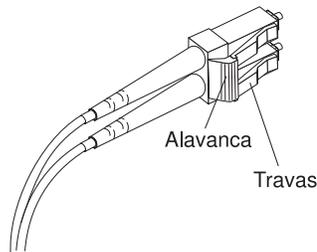

Figura 26. Alavanca e travas do cabo LC-LC Fibre Channel
1. Na extremidade do cabo que é conectado na extremidade do conector LC do adaptador do cabo LC-SC, pressione para baixo e mantenha a alavanca para soltar as travas. Figura 26 mostra a localização da alavanca e das travas.